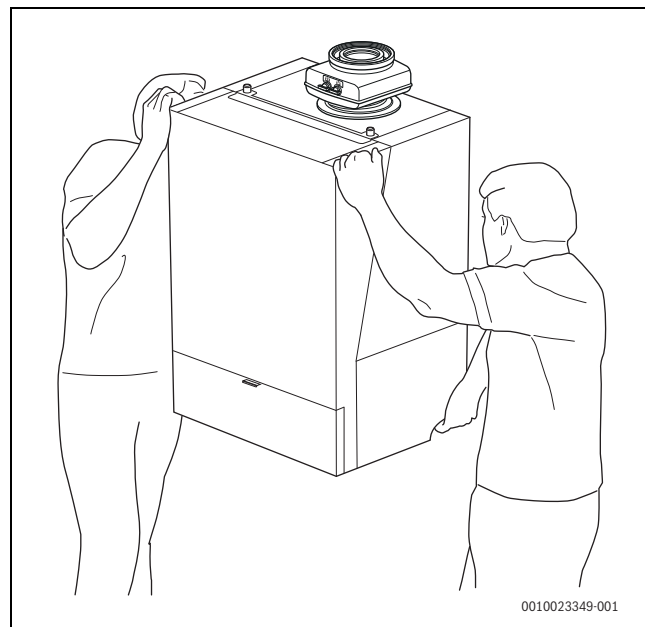

Bild 12 Ordnungsgemäßes Heben und Tragen des Geräts
- Gerät nur an den Seiten anfassen und nicht am Bedienfeld oder am Abgasrohranschluss (→ Bild 12).